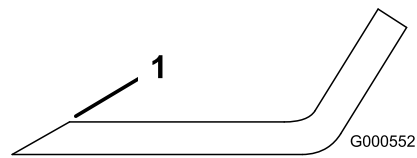
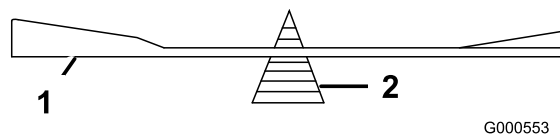

Figura 51
Figura 52
1. Utilice una lima para afilar el filo de corte en ambos extremos de la cuchilla (Figura 51). Mantenga el ángulo original. La cuchilla permanece equilibrada si se retira la misma cantidad de material de ambos bordes de corte.
2. Verifique el equilibrio de la cuchilla colocándola sobre un equilibrador de cuchillas (Figura 52). Si la cuchilla se mantiene horizontal, está equilibrada y puede utilizarse. Si la cuchilla no está equilibrada, rebaje algo el metal en la parte de la vela solamente (Figura 51). Repita este procedimiento hasta que la cuchilla esté equilibrada.